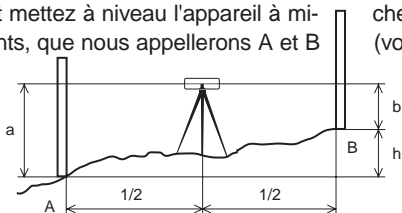

Fig. 2
- ① Placez et mettez à niveau l'appareil à mi-chemin entre deux points, que nous appellerons A et B (voir figure 2).